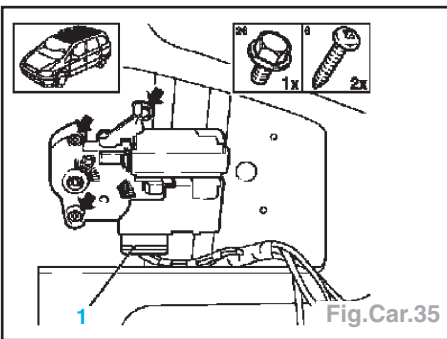

Fig.Car.35
- Débloquer et débrancher la fiche (1).
- Déposer les fixations (Flèches) et la commande électrique (Fig.Car.35).